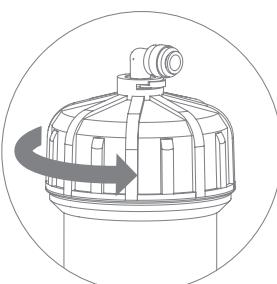
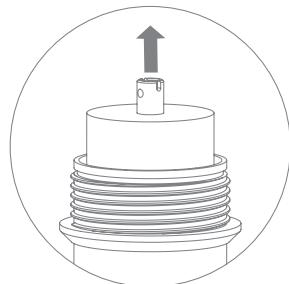

Рис. 16
Рис. 17
4. Открутите крышку корпуса мембранны (рис. 16), используя ключ из комплекта поставки, извлеките отработанную мембрану (рис. 17).